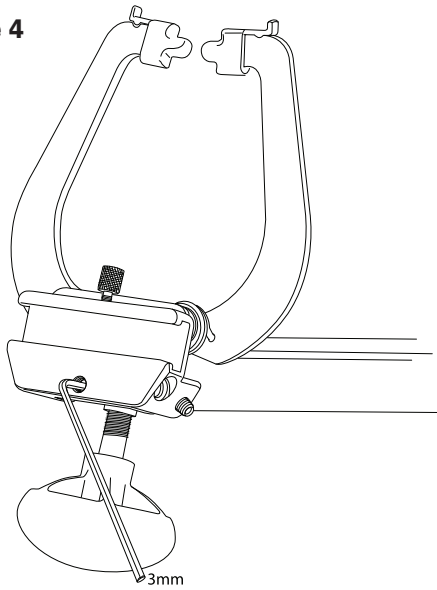

Figure 5
5. Installer le cadran de voile en vissant la tige (Réf. 1) dans le support de fixation (Réf. 2) en suivant les indications de la Figure 5. L'ensemble cadran peut être positionné soit à droite soit à gauche des mâchoires.